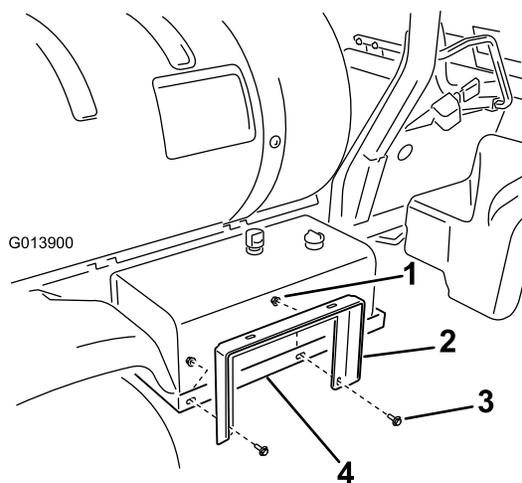

Figura 8
1. Instale o apoio da bobina de tubagem no apoio hidráulico do depósito (Figura 8) utilizando 2 pernos com cabeça de flange (3/8 x 1/ pol.) e 2 porcas flangeadas (3/8 pol.). Não aperte totalmente as porcas para permitir a afinação mais tarde.
3. Fixe o apoio da bobina de tubagem às cintas da bobina de tubagem (Figura 8) utilizando 2 pernos com cabeça de flange (3/8 x 1/ pol.) e 2 porcas flangeadas (3/8 pol.).